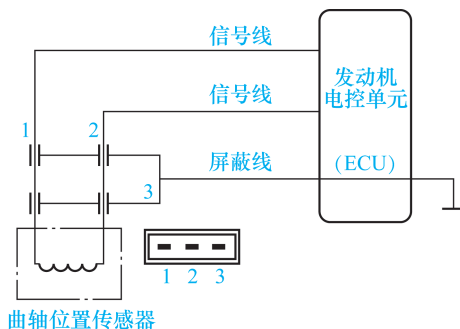

图 1-8 无源传感器电路
b. 无源传感器电路。有些传感器的工作不需要提供电源, 当外界条件变化时, 它会产生电动势向电控单元发出电信号, 这类传感器称为无源传感器。如图 1-8 所示, 无源传感器因其信号微弱, 为防止电磁干扰引起信号失真, 信号线需要采用屏蔽线。